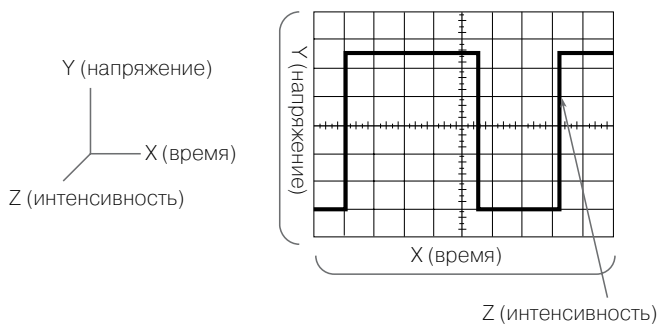
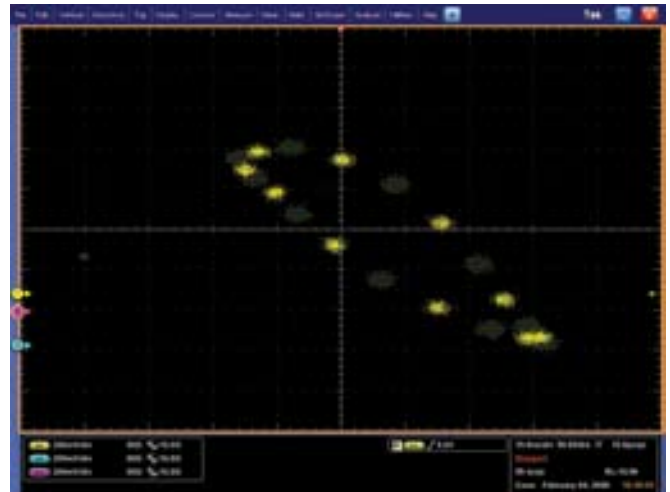

Рис. 2. Компоненты X, Y и Z отображаемого сигнала.
Рис. 3. Два шаблона отстройки частоты с градациями яркости (ось Z).
Осциллограф – прибор, отображающий получаемую информацию в графическом виде, т.е. он попросту рисует диаграмму электрического сигнала. В большинстве приложений, диаграмма отражает изменения сигнала во времени: вертикальная ось (Y) представляет значения напряжения, а горизонтальная ось (X) – время. Интенсивность или яркость выведенной на экран прибора картинке иногда называется осью Z (см. рис. 2). В осциллографах с цифровым люминофором (серия DPO) ось Z представлена градациями цвета (см. рис. 3).